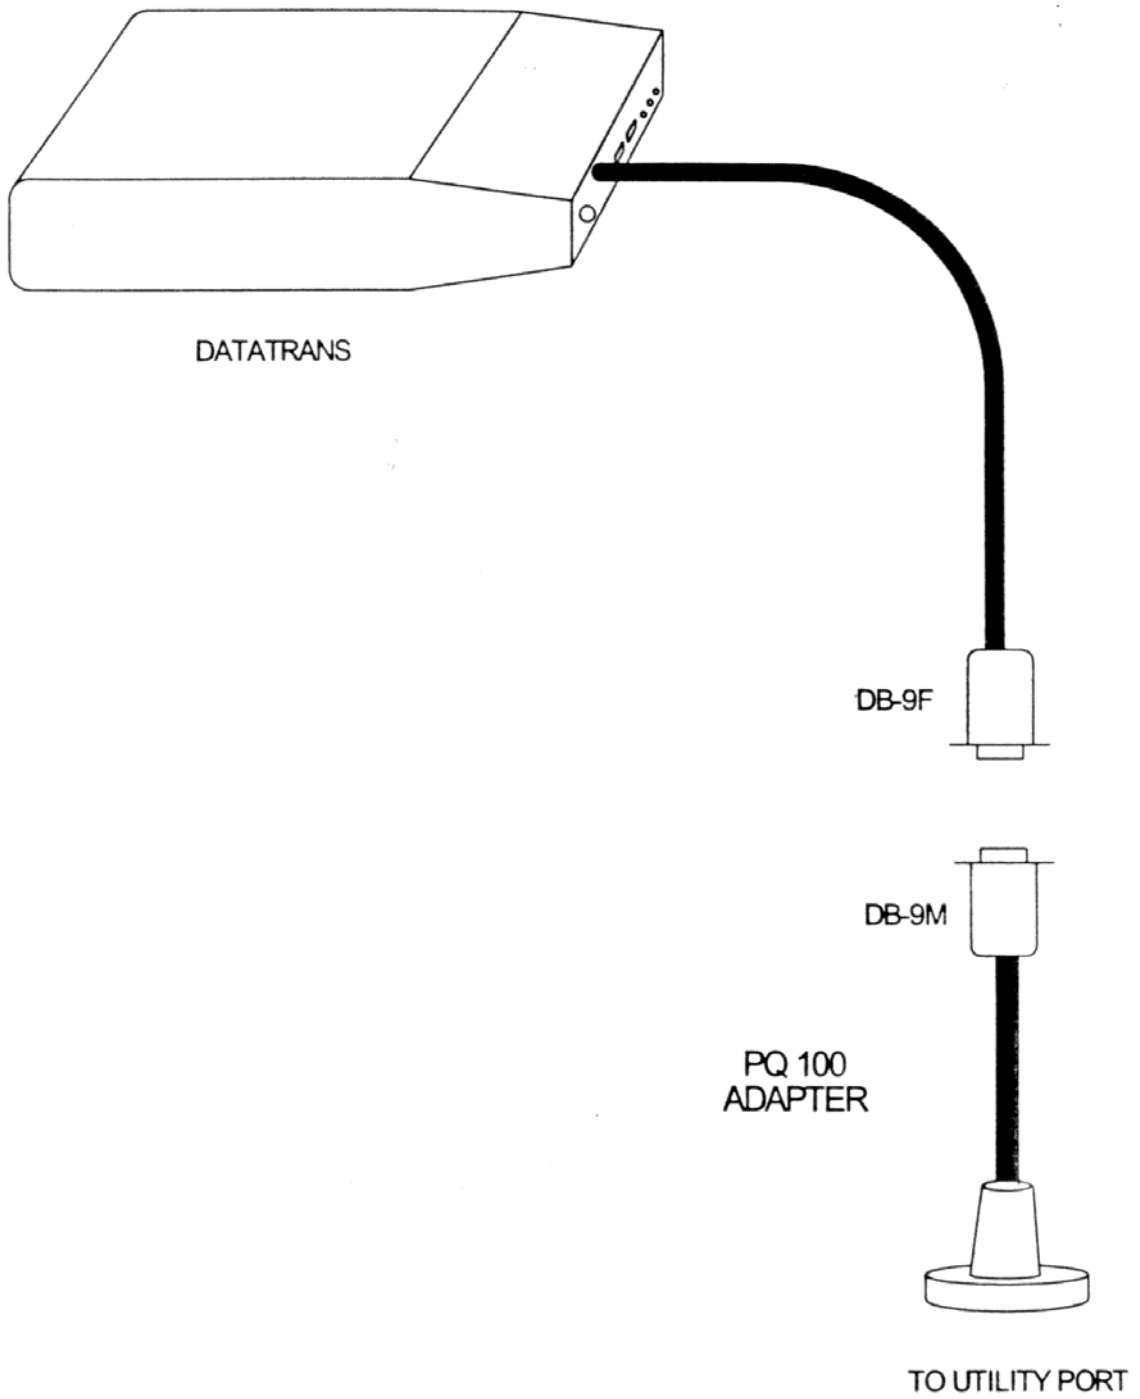

Figura M2. Datatrans con adaptador para usarse con el PQ100
3. Conecte el adaptador del PQ100 al Datatrans (Ver Figura M2) y al Puerto Utilitario en el panel frontal del PQ100.